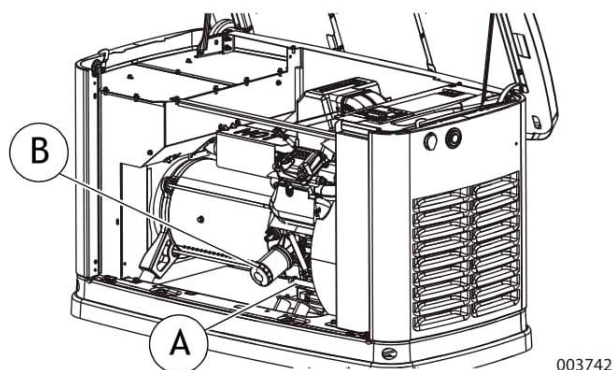

Рисунок 4-2. Местонахождение масляного фильтра и маслолива
2. См. **Рисунок 4-2**. Через несколько минут после остановки двигателя, когда он слегка остыл, поднимите крышку и снимите переднюю панель. Снимите маслозаливной шланг (А) с удерживающей скобы. Снимите наконечник со шланга и слейте масло в подходящую ёмкость.